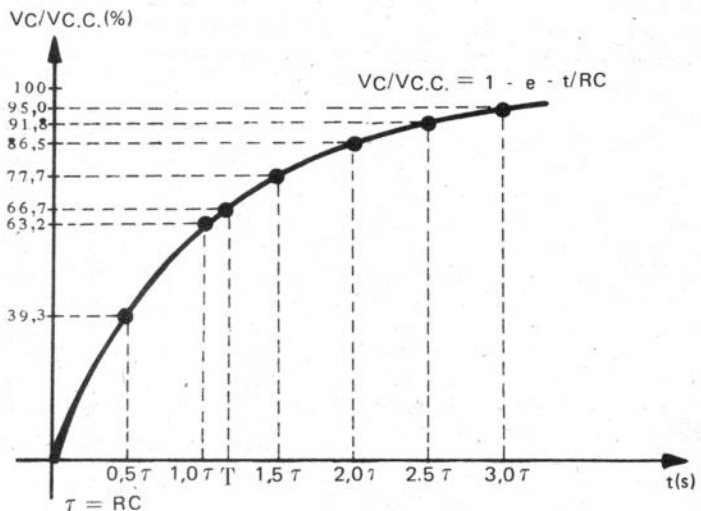

Fig. 6 - Forma de onda que se espera observar com o circuito da Fig. 5
O produto RC é chamado constante de tempo, sendo usualmente representado pela letra grega  $\tau$  (lê-se "tau") e tendo por unidade dimensional o segundo. Pois bem, levando em consideração a equação (1) acima podemos obter o gráfico da Fig. 6, onde se vê a variação da razão VC/V.C.C. em função do tempo t - observar que em  $t = 3\tau$  segundos, a ddp entre as armaduras do capacitor é 95% da tensão de alimentação V.C.C.
Para o nosso estudo, nos interessa o ponto em que  $VC = 0,667 \cdot V.C.C.$ , conforme assinalado na curva da Fig. 6...
$$V = 0,667 \cdot V.C.C. \text{ (vide Fig. 6).}$$